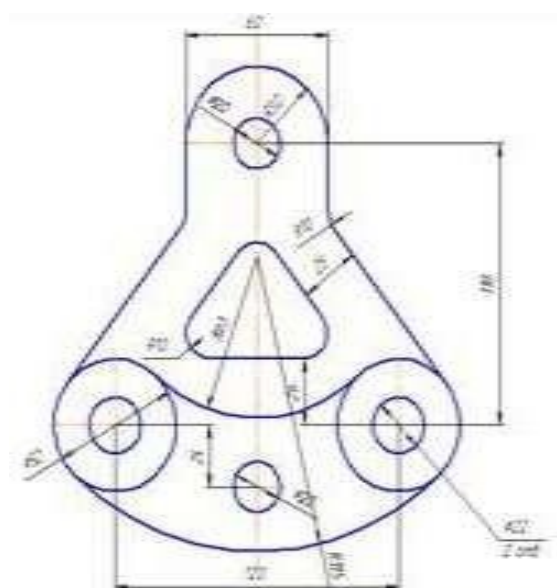

Рисунок 3.21 –Простановка размеров
23. Проставьте размеры, обращая внимание на параметры **Панели свойств** (рисунок 3.21).